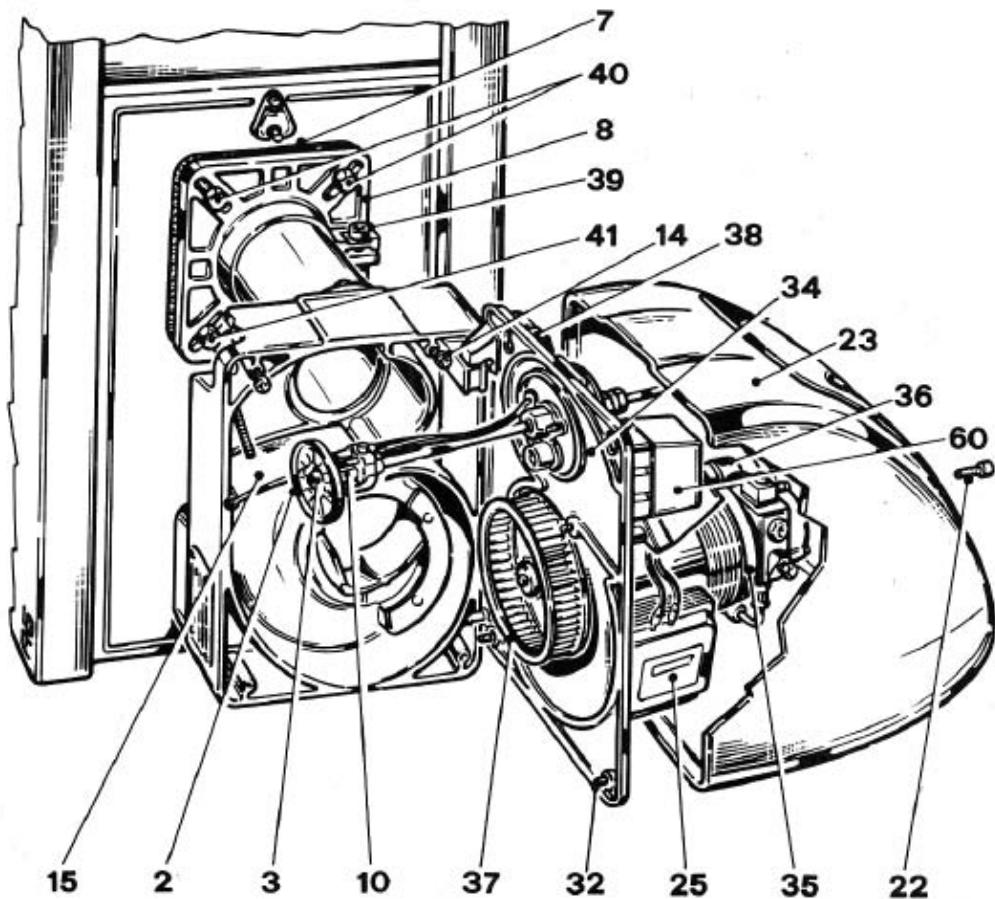

FIG. 16
- deksel (23) afnemen door vijs (22) los te maken;
- de onderste vijzen (32) volledig losmaken;
- de bovenste vijzen (14) gedeeltelijk losmaken; ook de centrale vijs voor branders OIL 14 - 14LP - 14/2 - 20 - 20/2;
- de basisplaat (34) losmaken door lichtjes te heffen en inhaken op de daarvoor voorziene plekken (zie fig. 16).